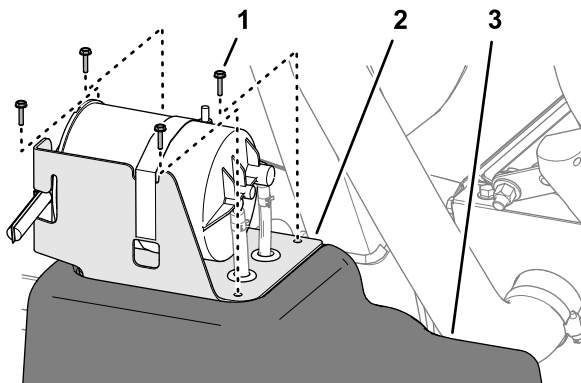

図 115
2. 燃料タンク部分で、カーボンキャニスタ用ブラケットを燃料タンク上部に固定しているねじ#10 x ¾" 4本を外す 図 115。